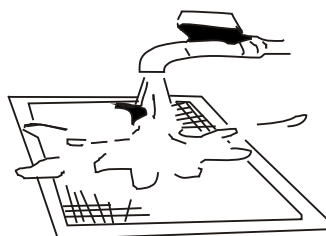

Fig. 2
- O lado da entrada de ar deve ser virada para baixo quando usar água (Fig. 2).